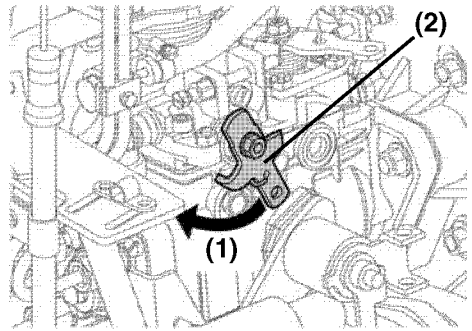

Figura 6
Si el motor no se detiene mediante el interruptor de parada del panel, detenga el motor moviendo manualmente la palanca de parada (**Figura 6, (2)**) hacia la izquierda (**Figura 6, (1)**). La palanca está adherida a la bomba de inyección de combustible.